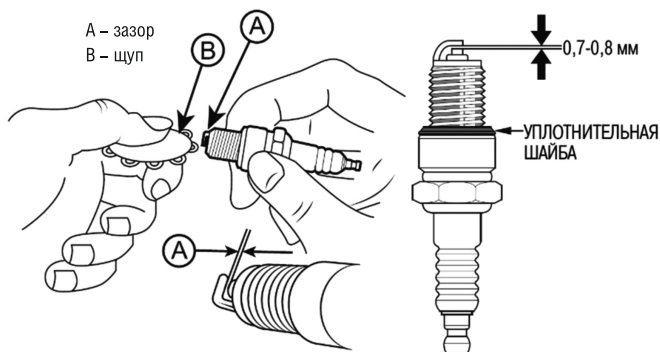

Рис. 26 Проверка межэлектродного зазора
4. Измерьте зазор А между электродами свечи зажигания специальным щупом В. Зазор должен быть 0,7–0,8 мм (Рис. 26). При увеличении или уменьшении требуемого зазора, рекомендуется заменить свечу, так как регулировка зазора может привести к изменению качества искрообразования.